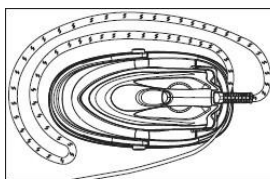
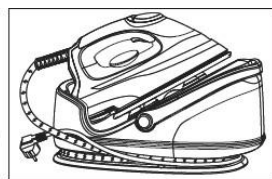

Fig.11
Fig.14
3. Plaats het strijkijzer op de basis unit, wikkel het kabel met de klok mee rond de kabel opslag. Bevestig het kabel en netsnoer aan elkaar, en draai deze rond de kabel opslag. (Fig.11-Fig.14)